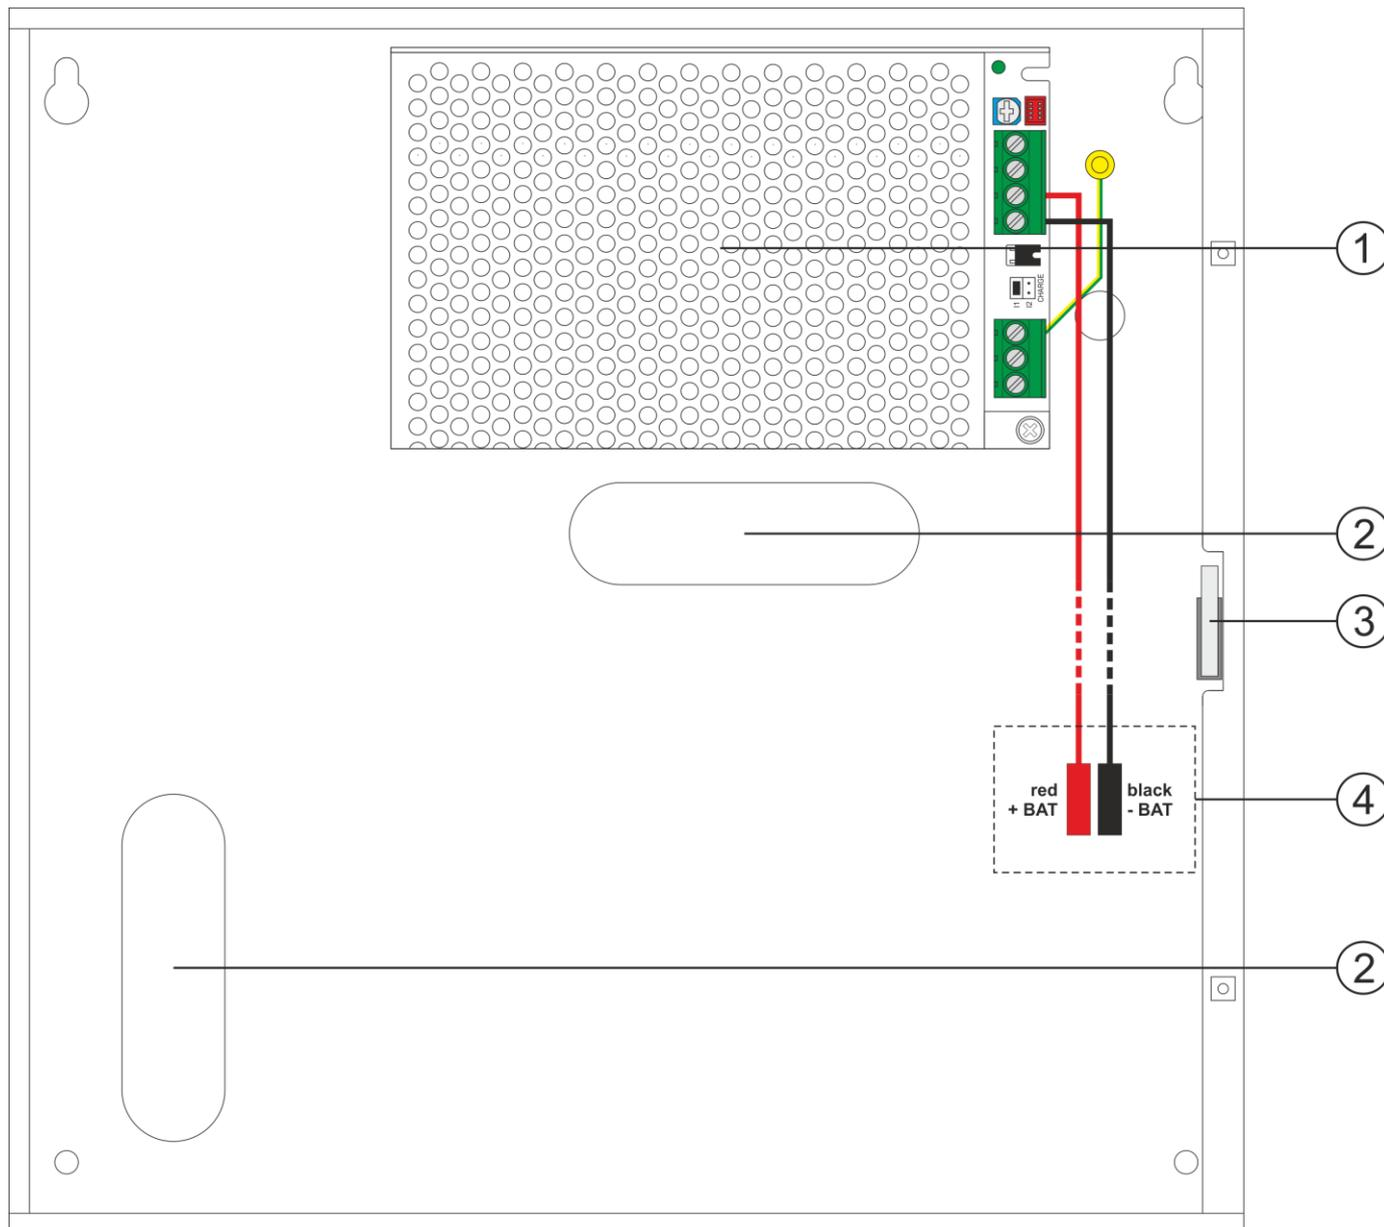

Abb.3. Netzteil-Ansicht.
Tabelle 2. Netzteil-Ansicht (siehe Abb. 3).
6. Batterie(n) am vorgesehenen Platz im Gehäuse montieren (Abb. 3). Es sind Verbindungen zwischen der Batterie und der Leiterplatte des Netzteils herzustellen und dabei besonders auf die richtige Polarität und Art der Anschlüsse zu achten (Abb.4):